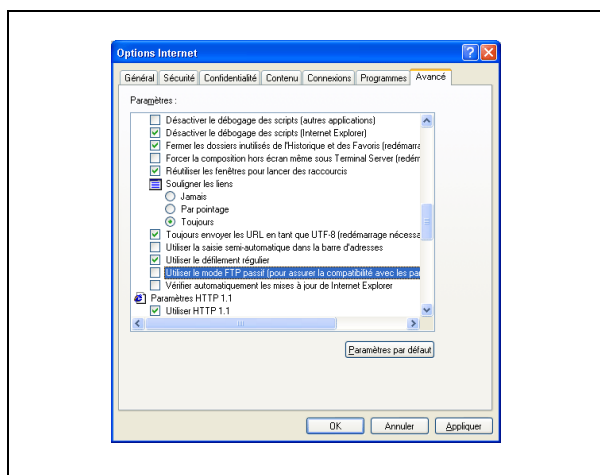

Fig. 3.13 Paramètre Utiliser le mode FTP passif
- la case Utiliser le mode FTP passif (pour assurer la compatibilité avec les pare-feux et les modems DSL) n'est pas cochée (voir Fig. 3.13.)